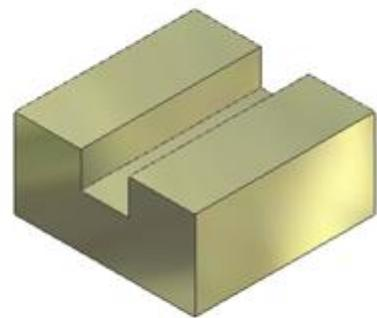

Figura 17. Opción cámara.
- **Cámara:** Representada mediante la figura . Se tiene la opción de seleccionar entre una vista ortogonal o en perspectiva. Representados mediante la figura 17.